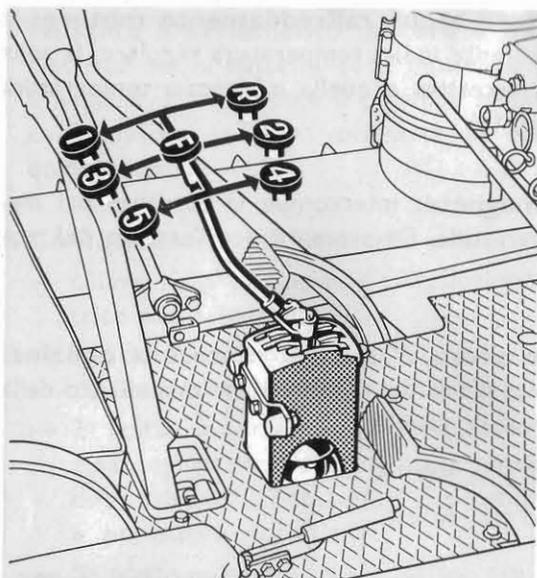

Fig. 6. - Posizioni della leva comando marce.
15. Leva delle marce: le posizioni corrispondenti alle singole marce sono illustrate nella fig. 6. Per inserire e disinserire le marce è necessario, dopo aver disinnestato la frizione centrale, disimpegnare il dispositivo di sicurezza della leva premendo a fondo il pomello superiore.